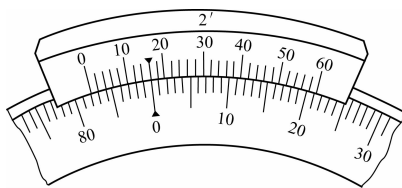

图 1-34 游标万能角度尺读数示例
- (3)图 1-34 所示的游标万能角度尺的读数是_____。